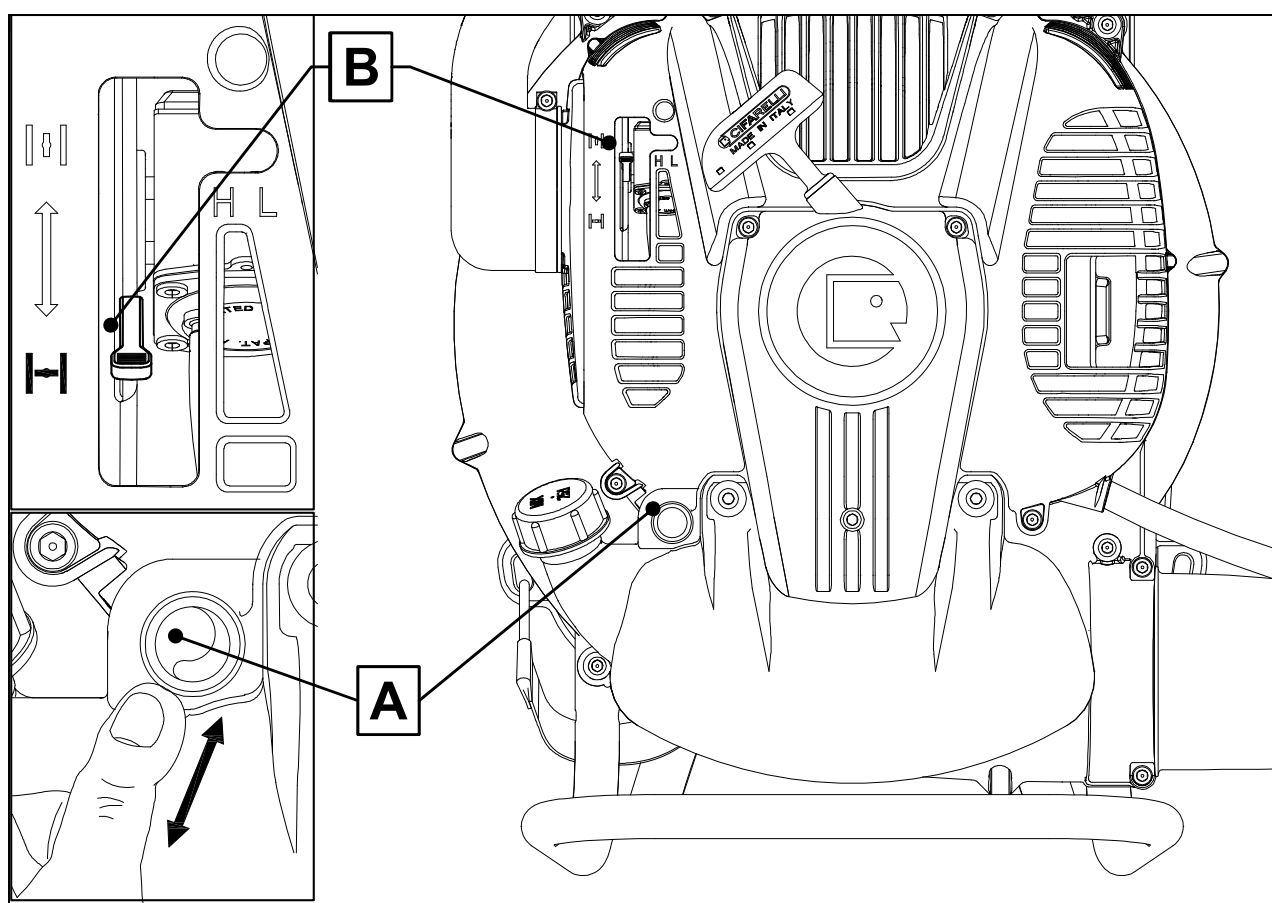

Рис.13. Управление карбюратором
- Установите заслонку карбюратора **B** в нижнее положение до щелчка (рис.13)
- Установите заслонку карбюратора **B** в верхнее положение до щелчка (рис. 13)